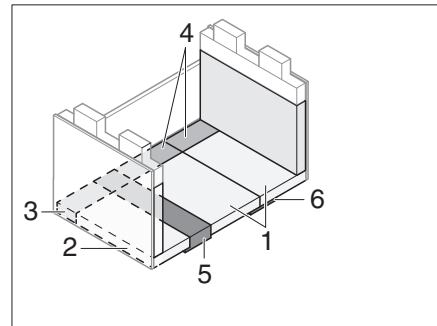

Bild 213 Nach dem Umbau
- Sitz-, Rücken- und Zusatzpolster wie in Bild 213 gezeigt auflegen.
- ▷ Um einen höheren Liegekomfort zu erreichen, kann die Polster-Beilage aus dem Rückenpolster (Bild 213,2) entfernt werden.